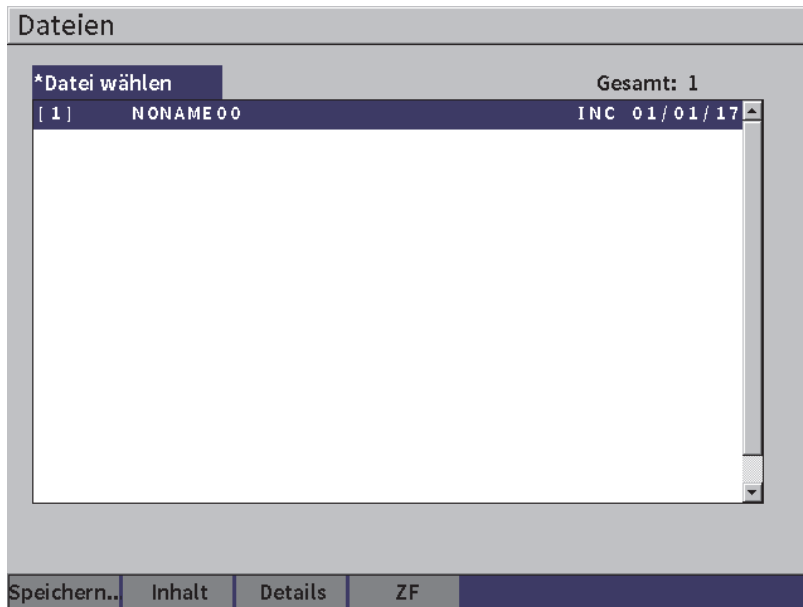

Abbildung 9-4 Konfigurationsfenster Dateien
1. Im Menü **Einst.** wählen Sie das Symbol für **Dateien** aus (siehe Abbildung 9-4 auf Seite 131).
1. Mit ausgewählter hervorgehobener Datei, drücken Sie Enter und dann Tab, um die Schaltfläche **Speichern...** hervorzuheben (siehe Abbildung 9-4 auf Seite 131).